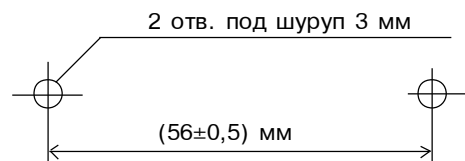

Рис.28 Схема разметки для установки БПИ
- произведите разметку согласно рис. 28;